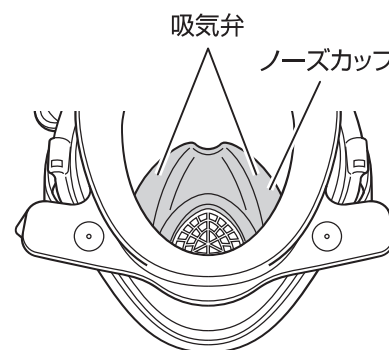

図 59 ノーズカップ
2. ノーズカップ、またノーズカップに取付けられている吸気弁が正しく取り付けられていることを確認する。（図 59 参照） 不良の場合には使用中、呼気によって面体が曇ることがあります。